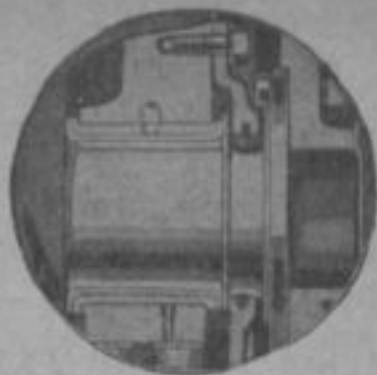

Рис. 9. Тонкостенный вкладыш
- 3) на тонкостенные взаимозаменяемые стальные вкладыши (рис. 9).